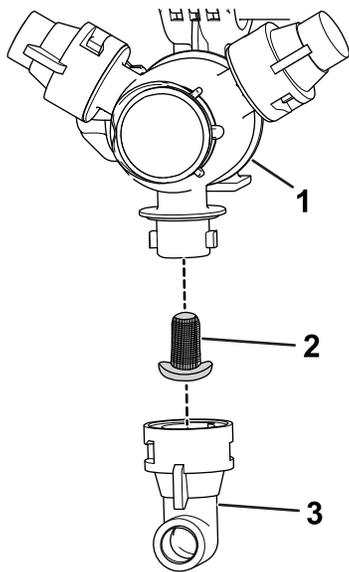

图 32
- 从喷嘴转动架卸下喷嘴图 32。
3. 拆下喷嘴过滤器图 32。
5. 安装喷嘴过滤器图 32。
6. 将喷嘴安装到喷嘴转动架上图 32。